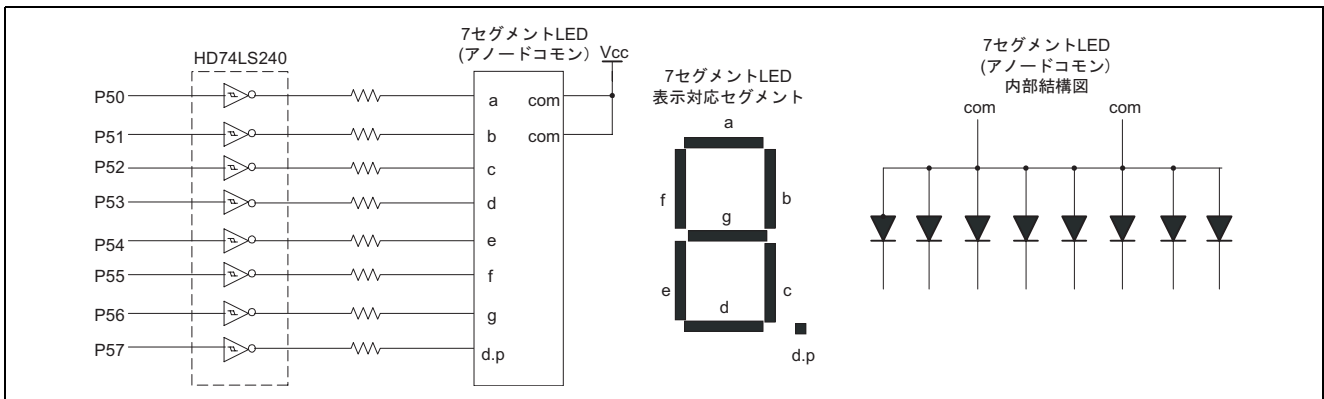

図 5 7 セグメント LED 接続図および内部結線図
(2) 使用する 7 セグメント LED の接続図を図 5 に示します。図 5 に示すようにポート 5 から”High”を出力することにより対応する LED のセグメントが点灯します。また、ポート 5 出力と LED 表示データの関係を表 3 に示します。